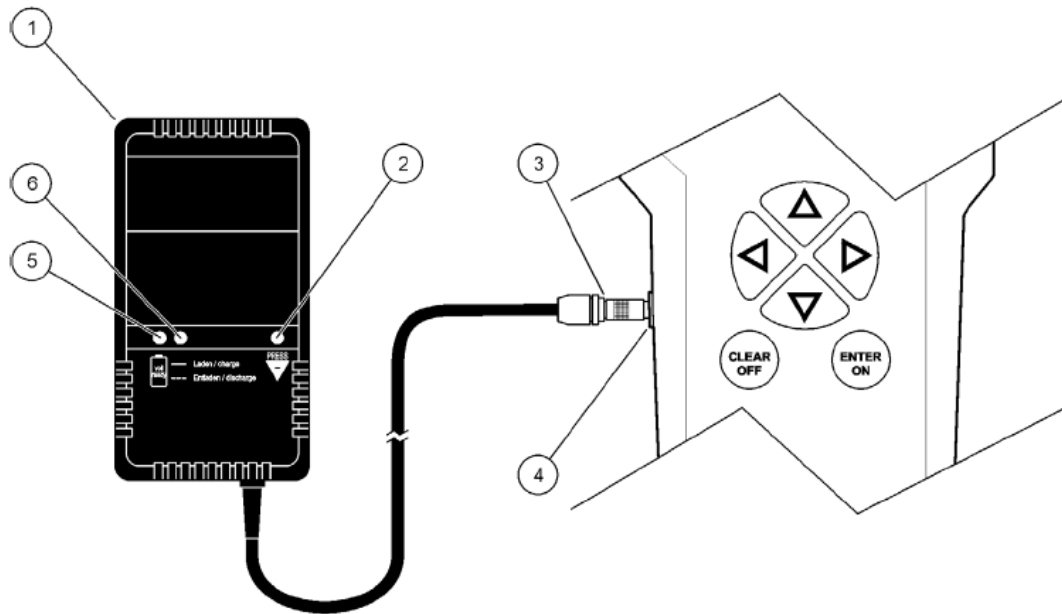

图 4：为电池充电
- 3、将充电插头（图 4，标号 4）插入到仪器的充电插槽中（图 4，标号 4）。
- 1、在使用 NiMH 可充电电池时，将充电电池连接到电源上，然后连接仪器（图 4）。电池就可以充电了。